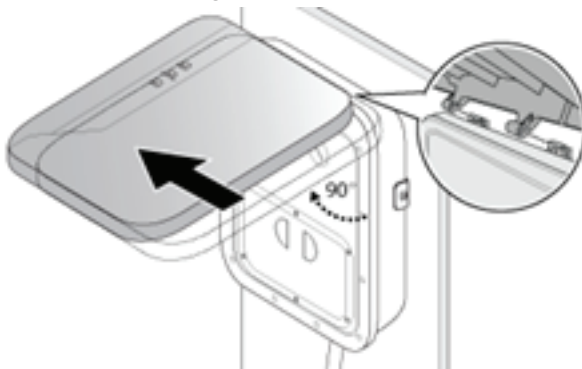

Figure 4-5.
7. Voir Figure 4-5. Tenez le capot de protection avant. Basculez-le vers le haut, puis vers la gauche pour le séparer de la station de charge.